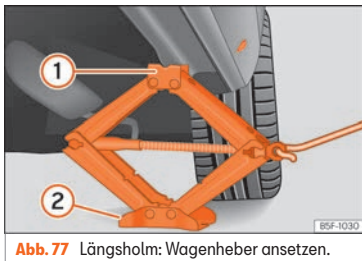

Abb. 77 Längsholm: Wagenheber ansetzen.
• Drehen Sie die Kurbel des unter dem Aufnahmepunkt des Längsträgers befindlichen Wagenhebers*, bis sich die Nase ① »» Abb. 77 unter der vorgesehenen Einföhrung befindet.
• Richten Sie den Wagenheber* so aus, dass sein Aufnahmehorn ① in die dafür vorgesehene Aufnahme am Längsträger „greift“ und die bewegliche Grundplatte ② plan auf dem Boden aufliegt. Die Bodenplatte ② muss sich dabei senkrecht unter dem Aufnahme-punkt ① befinden.